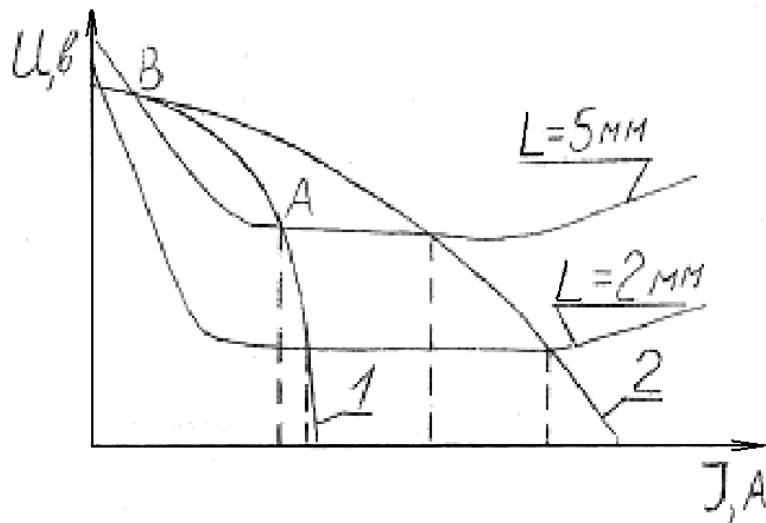

Рис. 1. Вольт-амперные характеристики дуг различной длины и внешние характеристики источников питания с крутопадающей (1) и пологопадающей (2) характеристиками.
Основной характеристикой сварочной дуги является зависимость напряжения на дуге (U_d) от силы тока (I_d) и от длины дуги (L). Эту зависимость $U_d=f(I_d, L)$ называют статической вольт-амперной характеристикой дуги (рис. 1). Источники тока для конкретного способа сварки выбирают по их внешней характеристике, выражающей зависимость напряжения на клеммах источника от нагрузки (силы тока). Обычно источники питания могут иметь либо крутопадающую характеристику (см. рис. 1, кривая 1), либо пологопадающую (см. рис. 1, кривая 2). Точка А соответствует установившемуся режиму сварки (напряжение дуги равно напряжений источника тока). Точка В характеризует напряжение, необходимое для обеспечения ионизации промежутка между электродом и деталью.